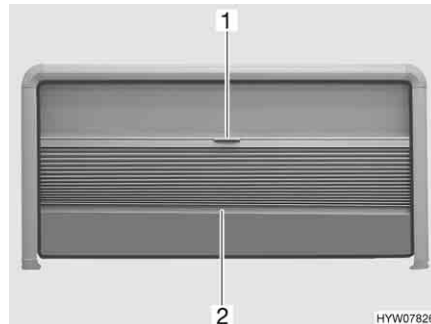

Fig. 79 Fenêtre projetante
- Saisir la tige de fermeture (Fig. 79,2) du dispositif occultant plissé par le milieu et tirer avec précaution vers le bas.
- Maintenir la tige de fermeture (Fig. 79,2) du dispositif occultant plissé par le milieu et pousser ce dernier avec précaution vers le haut.
- Tirer avec précaution la moustiquaire (Fig. 79,1) vers le bas en la maintenant par la poignée.
- Pousser lentement la moustiquaire entièrement vers le haut par la tige de fermeture du dispositif occultant plissé (Fig. 79,2).